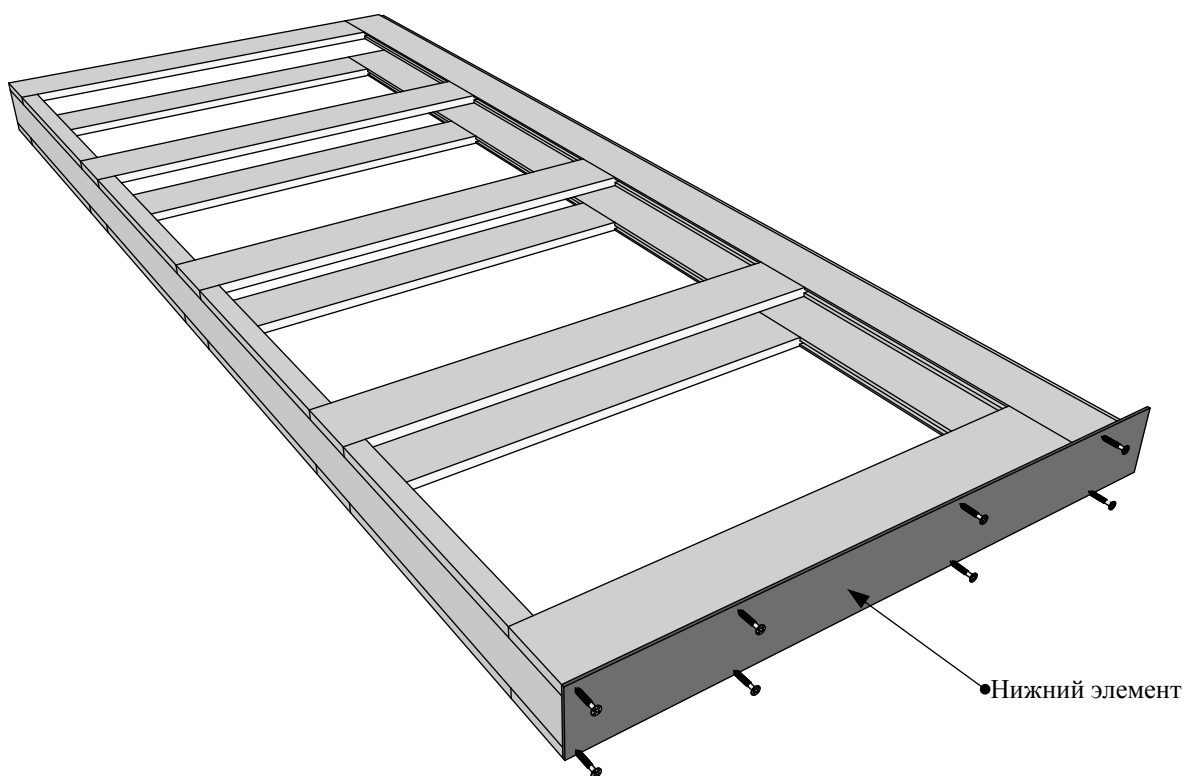

Рисунок 12
4.5 Установить нижний элемент (деталь F) и закрепить саморезами 3,5\*32 (Рис. 12)
4.7 Установить ответный столб (деталь D) и закрепить саморезами 3,5\*32 (Рис. 12). Если верхний элемент толщиной 30 мм, то закрепить саморезами 3,5\*55.